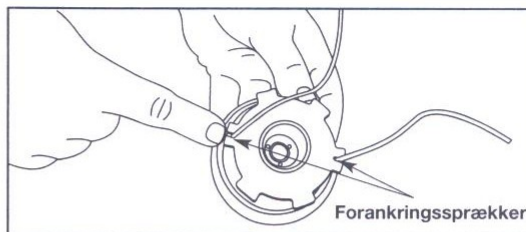

Fig. 16
8. Trådenderne anbringes i de to forankringsprækker (Fig. 16).